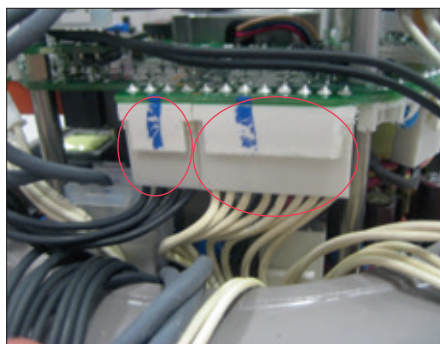

Figura 33
- Ricollegare il cavo con connettore a 8 pin e il cavo nero con connettore a 4 pin (Figura 33).